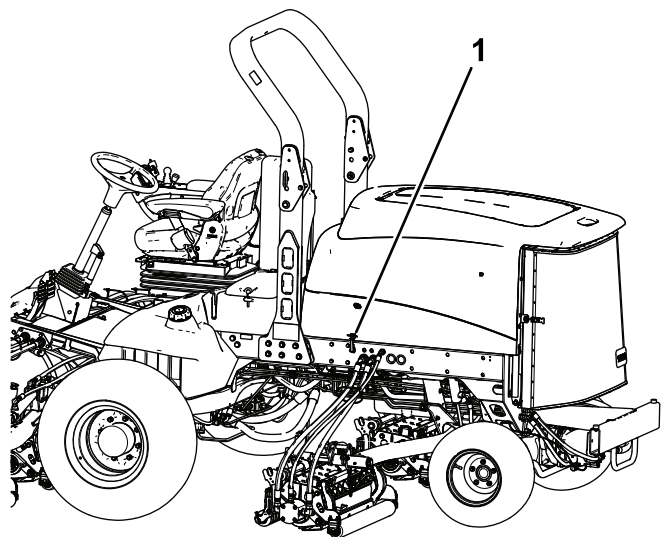

Рисунок 22
1. Освободите защелку капота из кронштейна (Рисунок 22).